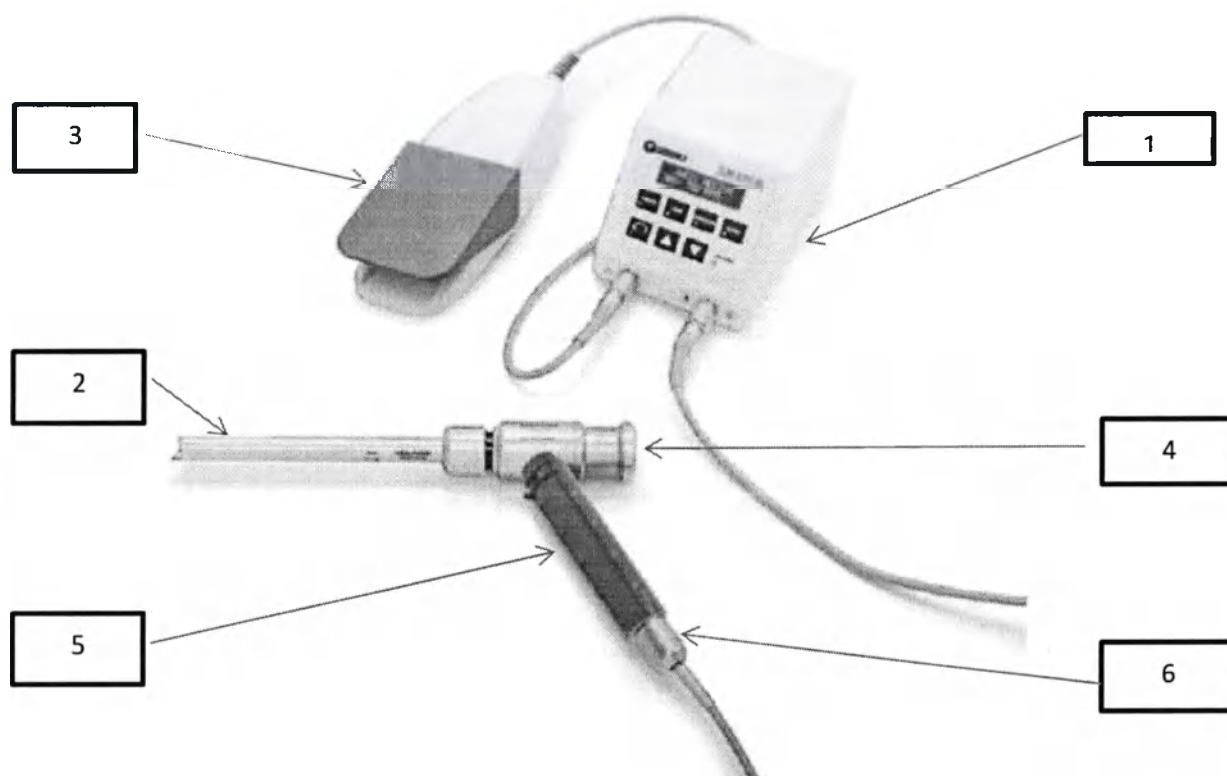

Рис. 1. Морцеллятор TCM 3000 BL для хирургических операций с принадлежностями
На рис. 1 показан общий вид МИ «Морцеллятор TCM 3000 BL для хирургических операций с принадлежностями». Он состоит из компактного блока управления морцеллятора TCM 3000 BL (1) с простой и понятной панелью, позволяющей регулировать скорости работы подключенных инструментов (2), педали с точным контролем скорости (3), редуктора (4), эргономической рукоятки, крепящейся к редуктору (5) и электромотора E-Motor 21 (6).